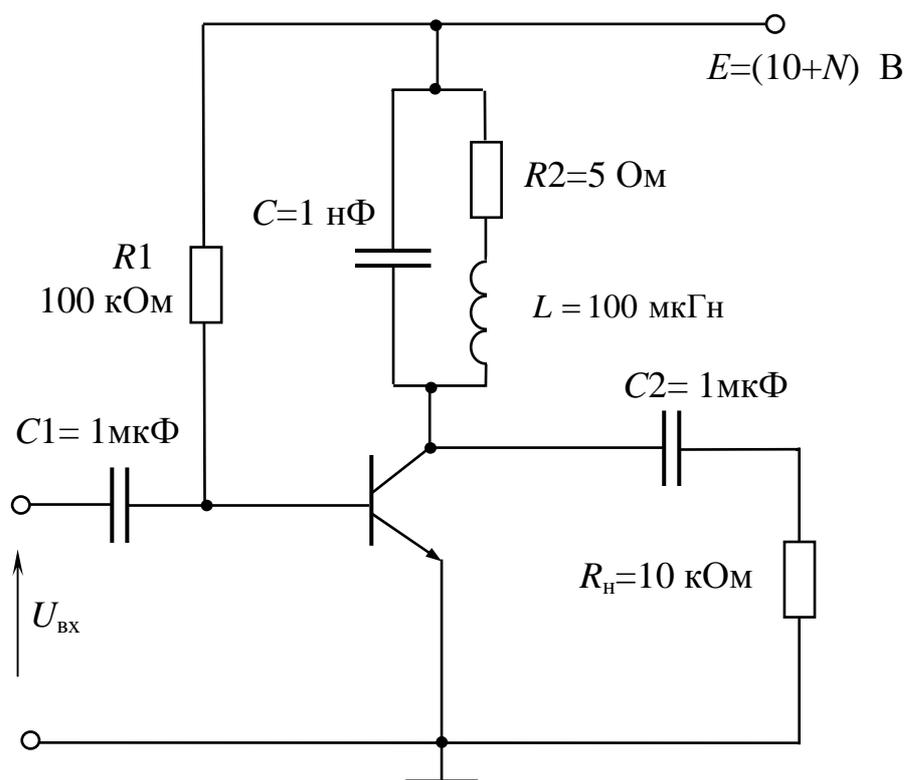

Рис. 1 – Резонансный усилитель с параллельным LC -контуром
1. Собрать избирательный усилитель с параллельным колебательным контуром (рис. 1, где N – номер варианта от 0 до 9). Снять ЛАЧХ и ЛФЧХ. Оценить резонансную частоту, коэффициент усиления на частоте резонанса и добротность каскада. Добротность определяется отношением резонансной частоты к полосе пропускания на уровне 3 дБ.